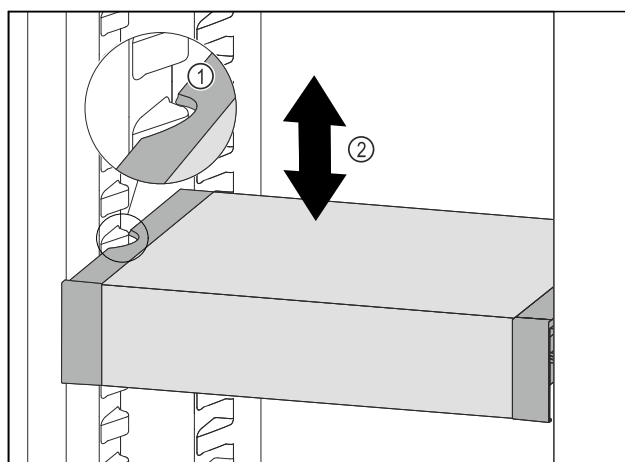

Fig. 50
- ▶ Træk VarioSafe fremefter, indtil udsparringerne i siden på VarioSafe er på niveau med beholderribben i kølesektionen, Fig. 50 (1)
- ▶ Flyt VarioSafe op eller ned i kølesektionen, indtil den ønskede højde er nået, Fig. 50 (2)